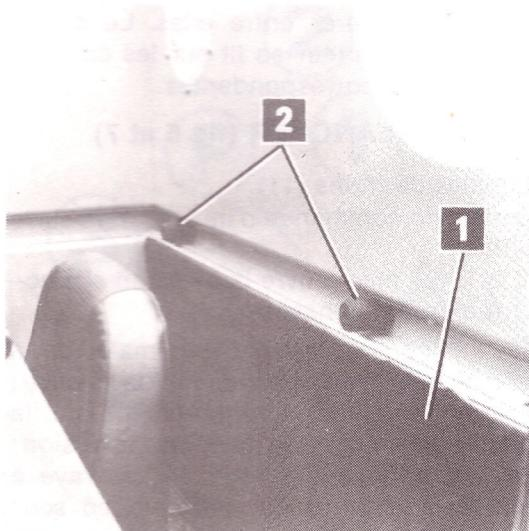

FIG. 14
- S'assurer que le panneau arrière (1 fig 14) est fixé à la paroi avant de la trémie.
- Le positionnement de la cabine une fois obtenu, fixer cette dernière à la trémie à l'aide des deux vis (M12 X 10); pour effectuer facilement ceci, aligner auparavant les trous de la traverse arrière de la cabine avec ceux des appuis élastiques (2 fig 14) (utiliser au besoin un poinçon), engager les vis dans la barre de trémie et les enfoncer à force dans les trous alignés en chassant les vis (M14 X 25) de retenue provisoire des appuis élastiques, et les bloquer ensuite avec écrou et contre-écrou, de l'intérieur de la trémie.